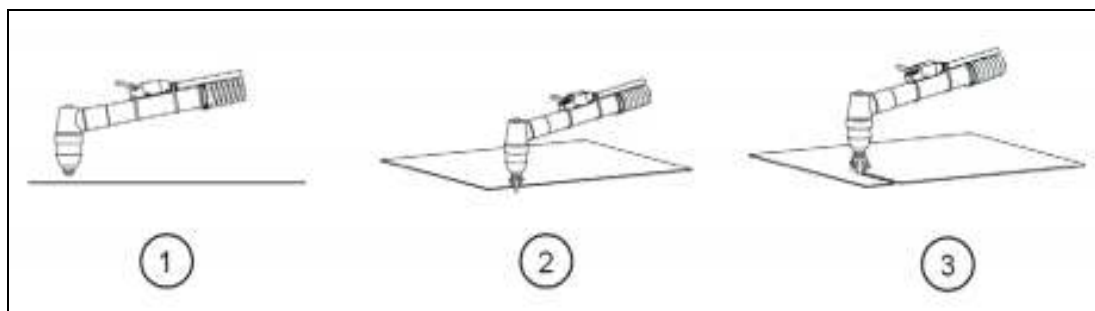

Рис. 8. Рез с края листа.
- Степень износа быстроизнашиваемых частей (см. рис. 8).